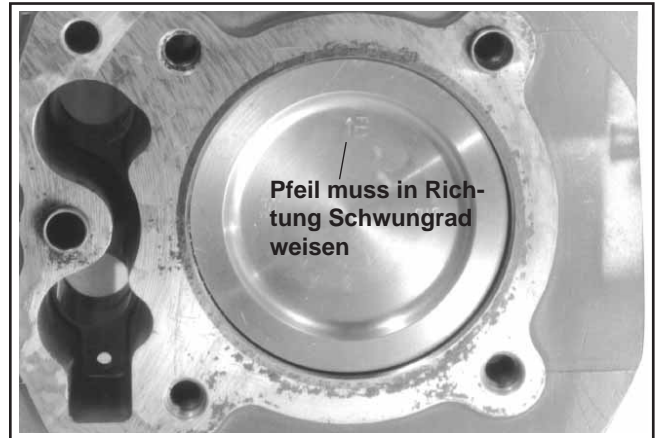

Abbildung 11-7. Markierung für den Pleuellagerbolzeneinbau.
- Setzen Sie das Pleuellagerbolzenband auf der Oberseite des Pleuellagergehäuses auf und stellen Sie sicher, dass es ganzflächig aufliegt. Der Pfeil FLY auf dem Pleuellagerbolzen muss in Richtung Pleuellagerseite des Pleuellagergehäuses zeigen. Siehe Abbildung 11-7. Treiben Sie Pleuellagerbolzen und Pleuellagerstange mit einem weichen Hammergriff aus Gummi in die Pleuellagerbohrung. Der erste Schlag sollte kraftvoll ausgeführt werden, damit der Pleuellagerbolzen in einer gleitenden Bewegung vom Pleuellagerbolzen in die Pleuellagerbohrung geführt wird. Ansonsten können die Pleuellagerbolzenringschienen herauspringen und sich zwischen Pleuellagerbolzenband und oberem Pleuellagerbohrungsende verkeilen.